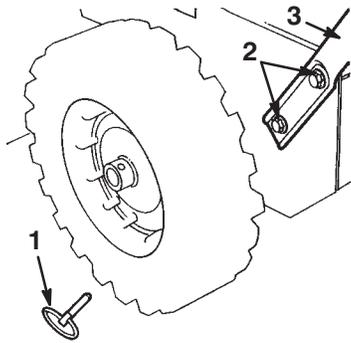

Bild 3
2. Entfernen Sie die Achszapfen an beiden Rädern (Bild 3) und schieben Sie die Räder ungefähr 2,5 cm auf der Achse nach außen.
4. Positionieren Sie die linke Seite des Griffelements an der linken Seite der Schneefräse, richten Sie die Griffbefestigungslöcher auf die Löcher in der Seitenplatte aus und befestigen Sie den Griff mit zwei Schrauben und Wellenscheiben per Hand (Bild 3).